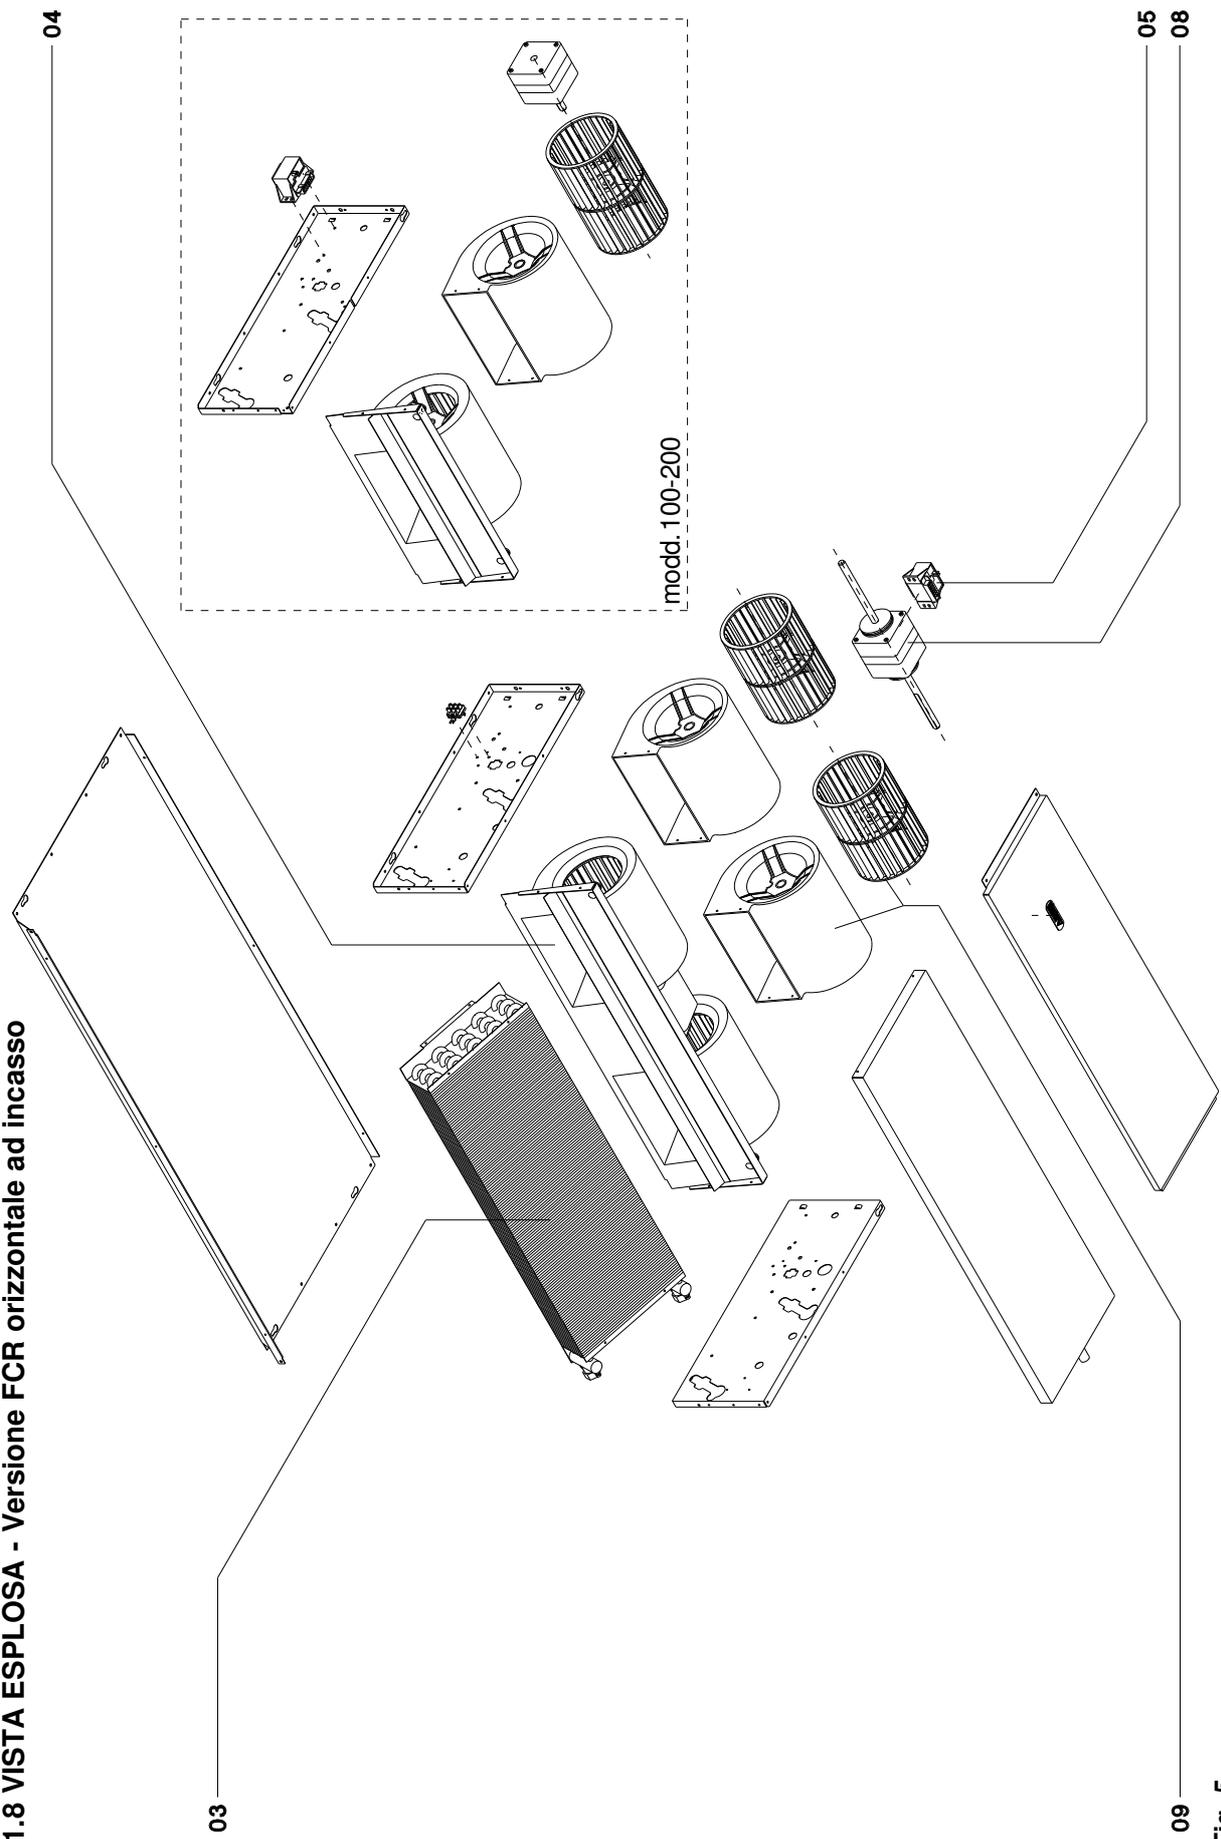

Fig. 5
**Legenda dei componenti****Versione FCR verticale ad incasso (fig. 5)**